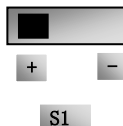
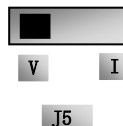

图 5-12
图 5-13
- (7) FC2100 控制板端子附近有一拨动开关 S1，如图 5-12，S1 选择 AI1 通道的电压输入范围，拨到“+”端，AI1 的输入范围是 0~10V，拨到“-”端，AI1 的输入范围是-10~10V，具体拨码开关的对应位置，其他拨码开关的位置方式详见下表 5-2。
- (8) 闭合 D13 开关，电机开始正向运转；
- (9) 在运行中，可调节设定电位器，修改变频器当前设定频率；
- (10) 在运行中，断开 D13 开关，再闭合 D14 开关，电机运行方向改变；
- (11) 断开 D13 开关和 D14 开关，电机减速，直到停止运行；
- (12) 断开空气开关，变频器断电。
- (13) FC2100 有两路模拟量输出端子 A01、A02，A02 端子只可以输出电流信号；A01 端子既可以输出电压信号也可以输出电流信号，电压电流输出选择开关是 J5，见图 5-13，A01 输出关系如表 5-4。